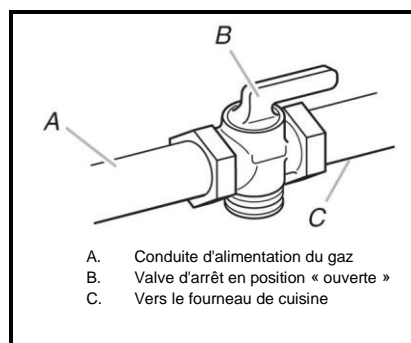

Figure 5
- La conduite d'alimentation doit être équipée d'une valve d'arrêt manuelle. Cette valve doit être située dans la même pièce mais de manière externe au fourneau de cuisine et dans un endroit facile d'accès. Elle doit être dans un endroit permettant d'ouvrir et de fermer facilement la valve. Veuillez ne pas bloquer l'accès à la valve d'arrêt. La valve sert à permettre ou à arrêter l'arrivée de gaz au fourneau de cuisine. (Voir la figure 5)